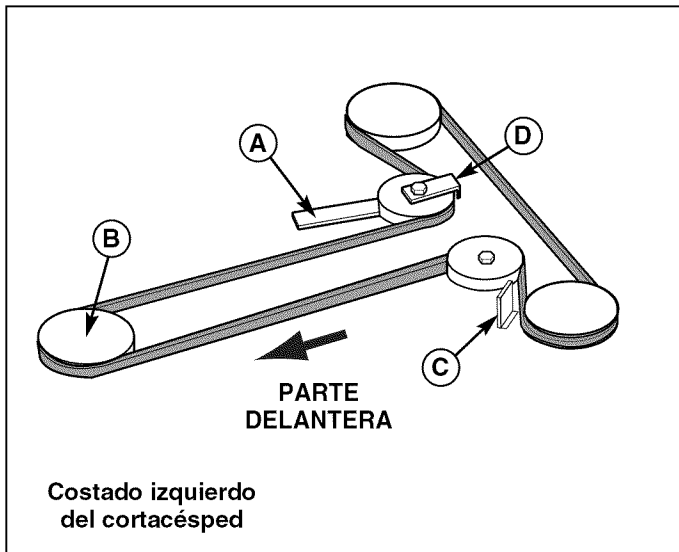

Figura 28. Correa del cortacésped típico en plataformas de dos cuchillas
- Empuje el brazo secundario libre (A, Figura 28) para soltar la correa. Saque la correa de la polea de toma de fuerza (embrague eléctrico).